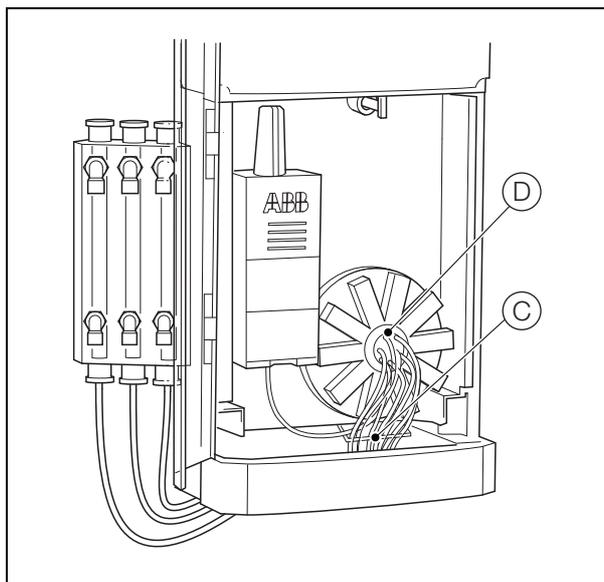

Abb. 13.5 Austauschen des Ablassrohrs
2. Siehe Abb. 13.5:
- b. Entfernen Sie das Rohr von Klammer (C), und entsorgen Sie es.
- c. Verlegen Sie das neue Ablassrohr wie in Schritt a festgehalten, und schließen Sie es an den Ablassventilanschluss (D) am Ventilblock an.